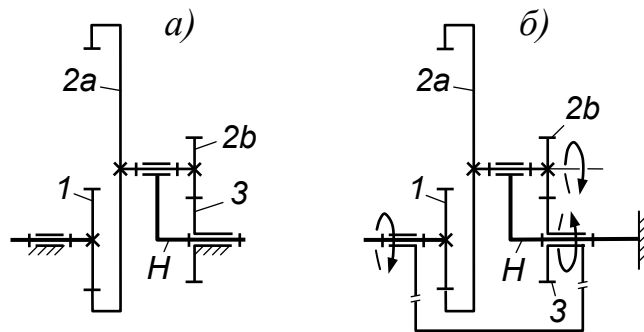

Рис. 5. Планетарная передача:
Пример. Требуется определить передаточное отношение $u_{1,H}$ для механизма, показанного на рис. 5, а.
Согласно формуле (3), $u_{1,H}^{(3)} = 1 - u_{1,3}^{(H)}$. Для определения $u_{1,3}^{(H)}$ переставим механизм на водило (рис. 5, б). В результате перестановки механизм превратился в передачу с неподвижными осями колёс.